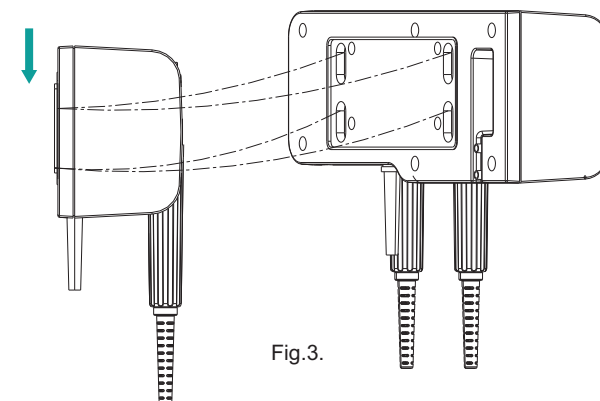

Fig. 3.
- Monte o equipamento encaixando os furos redondos da parte traseira do transformador por cima das cabeças dos parafusos da placa metálica já fixada na parede. Em seguida, pressione o transformador para baixo de modo a encaixar as cavas nos parafusos e assim fixar na parede, conforme Fig. 3.